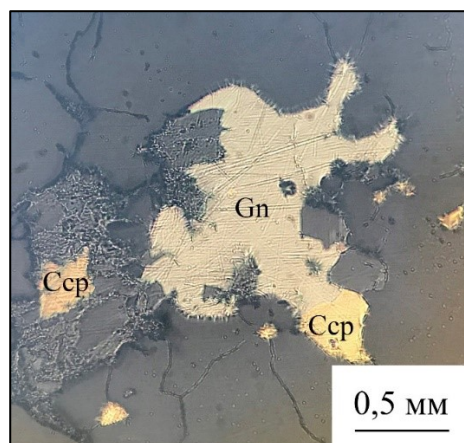

Рисунок 6 – Микрофотография галенита (Gn) в сростании с халькопиритом (Ccp).
*Галенит* в ассоциации с халькопиритом выполняет межзерновое пространство кварцевых прожилков и визуализируется в виде выделений неправильной формы (рисунок 6). Размер выделений изменяется в диапазоне от 0,1 до 0,5 мм.